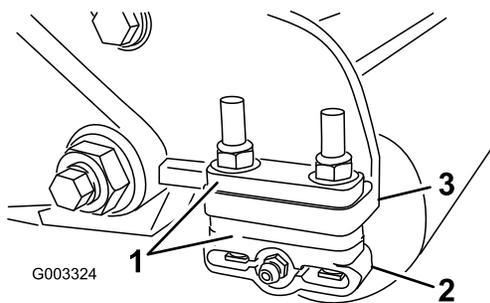

**Рисунок 10**
12. Проверьте характеристики скашивания, вставив длинную полоску бумаги для проверки Того на производительность среза между барабаном и неподвижным ножом перпендикулярно неподвижному ножу (Рисунок 10).